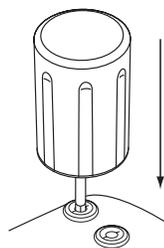

Figure 6. Insertion du tournevis dynamométrique
- c. Introduire soigneusement l'embout du tournevis dynamométrique dans la vis de fixation en l'enfilant au centre, dans le creux pré-fendu du bouchon d'étanchéité à un angle de 90° (Figure 6 en page 74). Ceci permettra d'ouvrir le bouchon d'étanchéité et de relâcher la pression qui pourrait s'être accumulée au niveau du port de la sonde en ouvrant un passage pour l'expulsion du liquide ou de l'air qui y serait piégé.